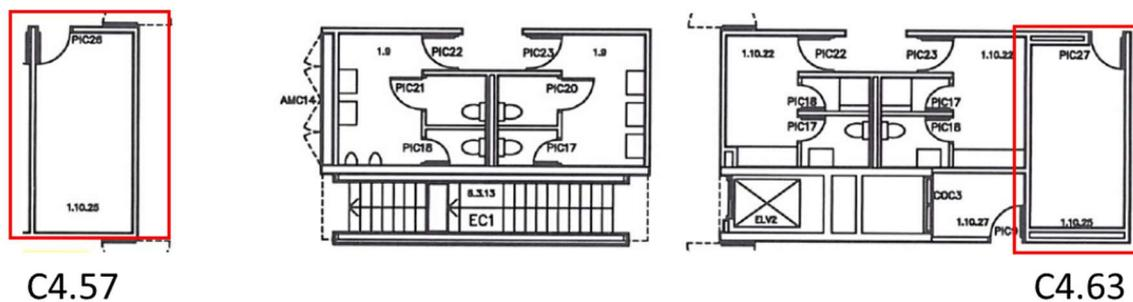

Figura 2 - Armazém de Reagentes C4.57 e C4.63, localizados no 4º piso do Edifício C (escala 1:200).
- C4.57 - Armazém de material de laboratório diverso, localizado no 4º piso do Edifício C (Figura 2);
- C4.63 - Armazém, localizado no 4º piso do Edifício C (Figura 2).